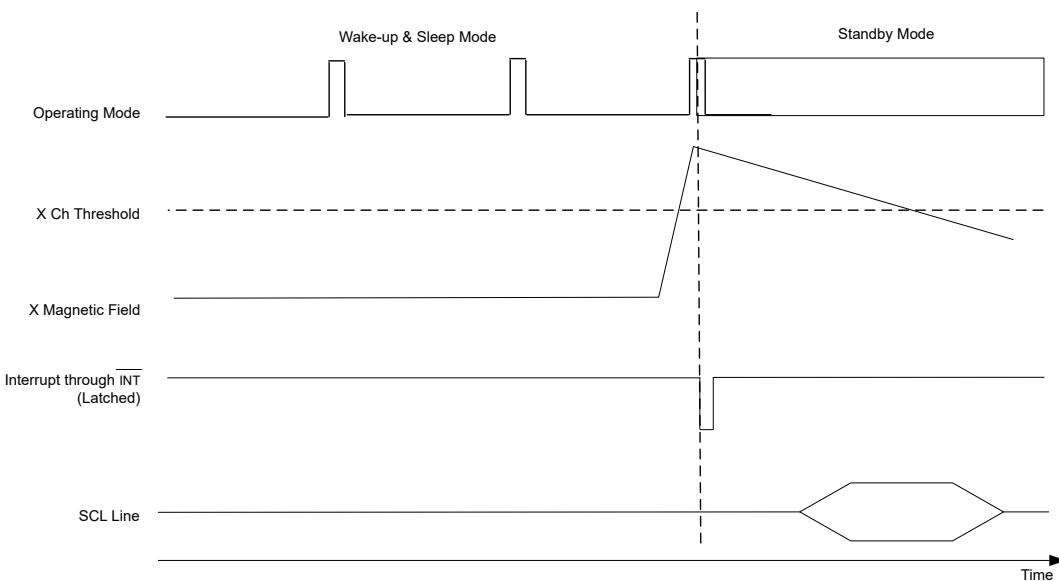

图 7-11. 使用备用电池以唤醒和睡眠模式运行
- 如果发生阈值检测，INT 信号将置为低电平以唤醒微控制器。当 INT 变为低电平时，使用一个读取命令执行 16 位 T、X、Y、Z 寄存器读取（请参阅图 7-11）。